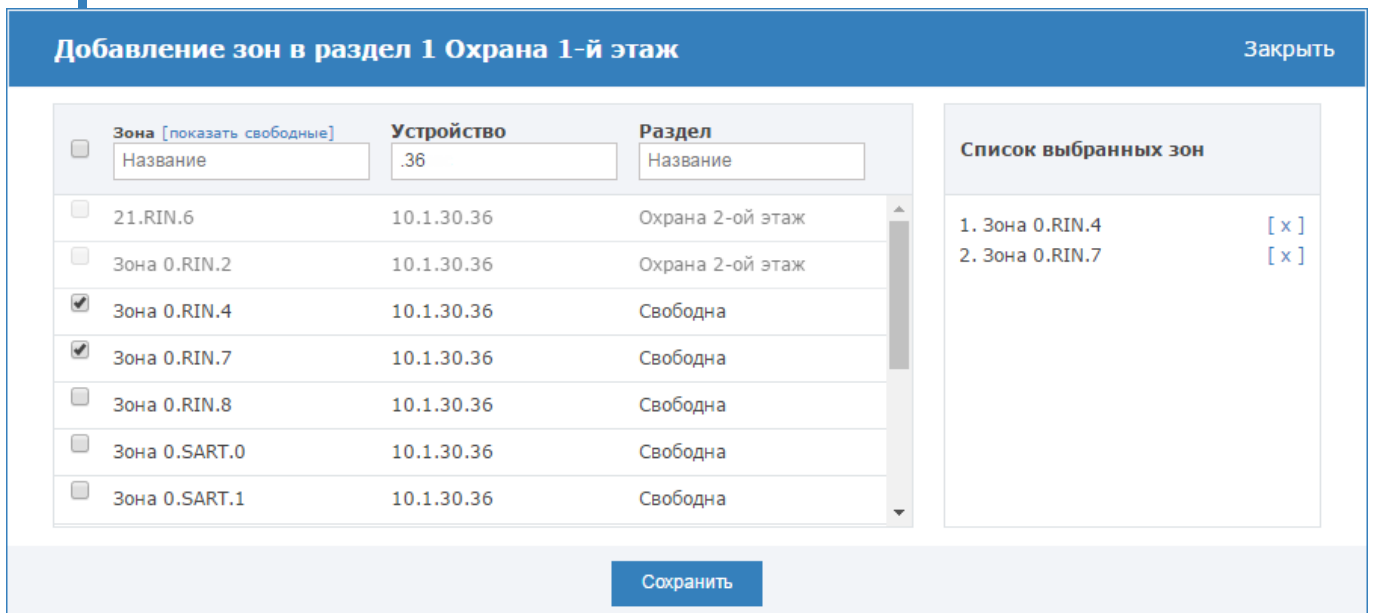

Рисунок 9.31 — Добавление охранных зон в раздел
- В отобразившемся окне в поле **Устройство** введите IP-адрес устройства (или часть IP-адреса), зоны которого вы хотите добавить в раздел. Из списка зон устройства отметьте флажком требуемые зоны. Если какая-то зона добавлена по ошибке, её можно удалить, нажав на кнопку [x] в блоке **Список выбранных зон** (рисунок 9.31). В один раздел могут входить зоны разных устройств.